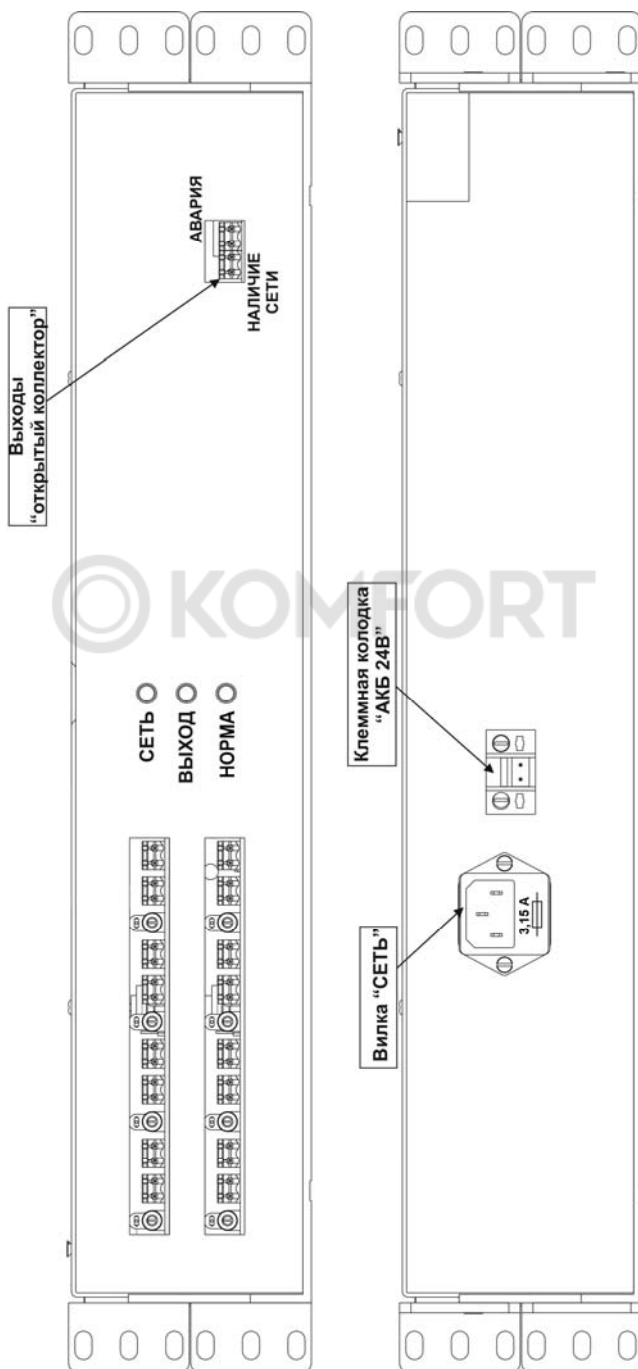

Рисунок 1 - общий вид изделия
Изделие выполнено в корпусе высотой 2U и предназначен для установки в стойки или шкафы 19" (см. рис.1).
Выполните подключение внешних цепей к изделию в соответствии с назначением клемм подключения (см. рис. 1 и рис.2) в следующей последовательности:
- подключить, соблюдая полярность исправную и заряженную батарею к соответствующим клеммам колодки «АКБ 24В» батарее (см. рис.1).